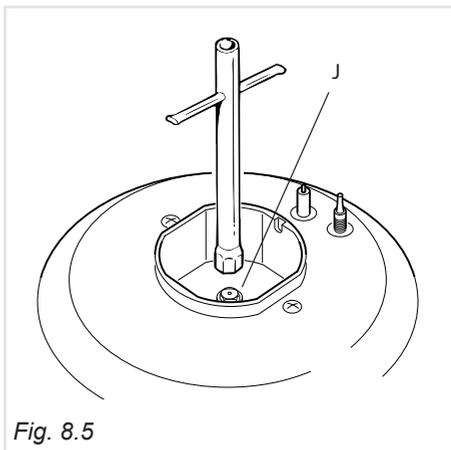

Fig. 8.5
- Con una chiave fissa sostituire gli ugelli "J" (Fig. 8.5) con quelli idonei per il gas da utilizzare.